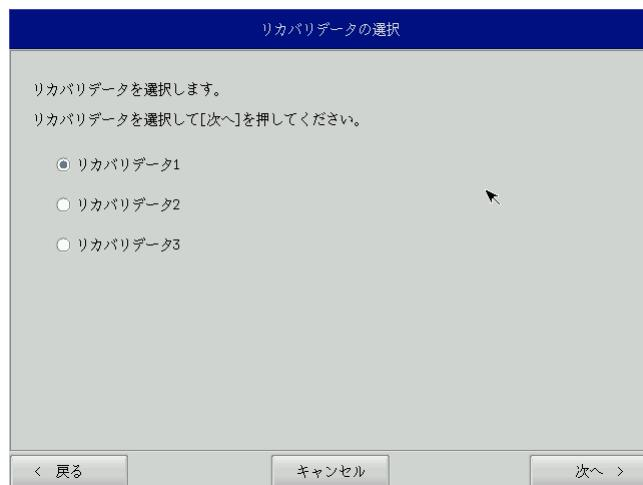

図6-2-2. リカバリデータ選択画面
- ⑥ リカバリデータ選択画面（図6-2-2）が表示されます。製品に合わせてリカバリデータを選択し、[次へ]ボタンを押します。表6-2-1にASシリーズで選択できるリカバリデータを示します。